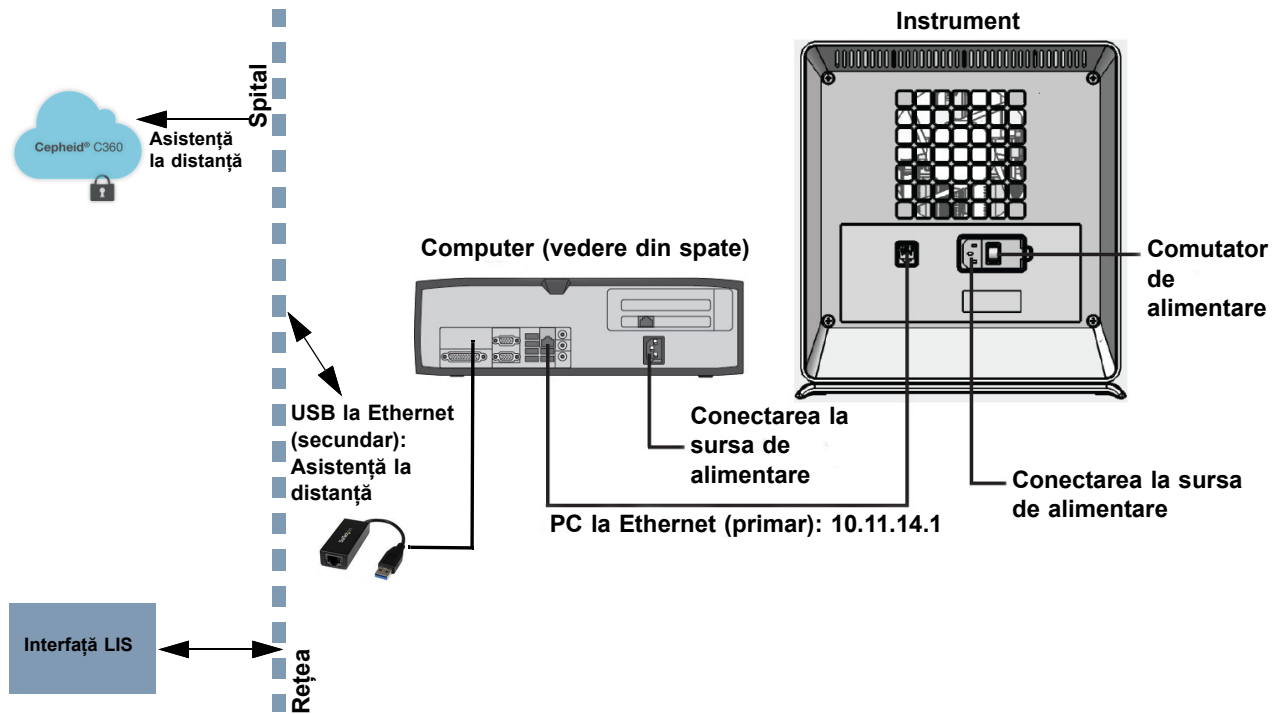
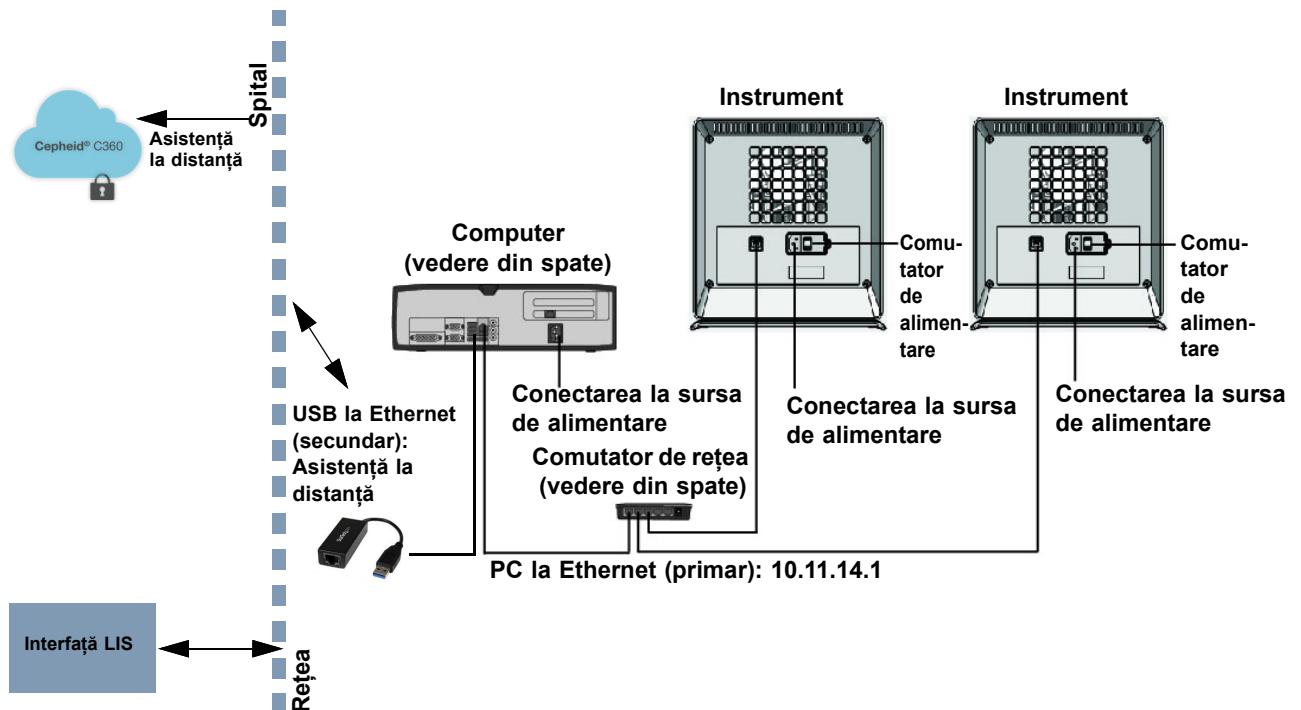

Figura 2-11. Conectarea instrumentului GX-IV la C360
Figura 2-12. Conectarea mai multor instrumente GX-IV la C360
3. Confirmați faptul că conexiunea Ethernet principală de la computer la instrument (consultați Figura 2-11) sau comutatorul de rețea (pentru mai multe instrumente, așa cum se arată în Figura 2-12) utilizează adresa IP **10.11.14.1**.